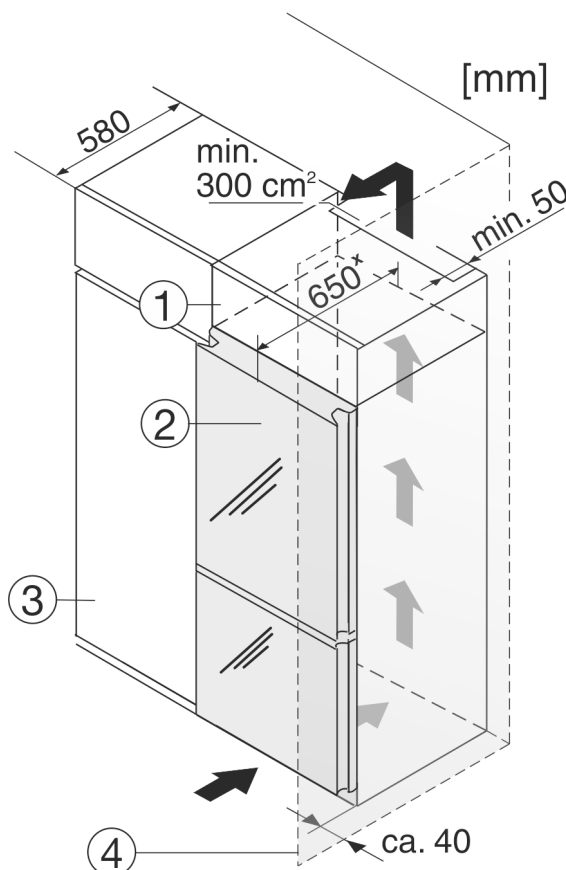

Fig. 17
- (1) Nastavná skříňka
- (2) Přístroj
- (3) Kuchyňská skříň
- (4) Stěna
Zařízení lze zabudovat do vybavení kuchyně. K vyrovnání přístroje Fig. 17 (2) na výšku kuchyňské linky lze na přístroj nasadit odpovídající nástavec Fig. 17 (1).
Při montáži do kuchyňských skříní (hloubka max. 580 mm) lze přístroj instalovat hned vedle kuchyňské skříně Fig. 17 (3). Dveře přístroje jsou přesazené o 70 mm * před čelní stranou kuchyňské skříně.
Když se přístroj instaluje závěsy vedle stěny Fig. 17 (4), musí být vzdálenost přístroje od stěny alespoň 40 mm.